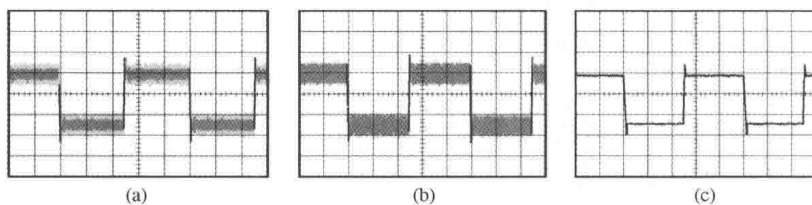

图 2-13 测试带噪声信号
【示例二】示波器上显示一个如图 2-13 (a) 所示的带噪声的信号时：
(1) 若想分析噪声，可执行以下步骤：①按下 Acquire (采集) 按钮以查看“采集”菜单；②按下峰值检测 选项按钮。峰值测量侧重于信号中的噪声尖峰和干扰信号，特别是使用较慢的时基设置时，如图 2-13 (b) 所示。
(2) 要分析信号形状，并忽略噪声，要减少示波器显示屏中的随机噪声，执行以下步骤：①按下 Acquire (采集) 按钮以查看“采集”菜单；②按下平均值选项按钮；③平均值操作可降低随机噪声，更容易查看被测信号的详细信息，如图 2-13 (c) 所示。